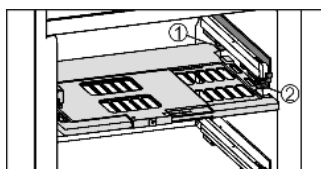

Fig. 8
- ▶ Vochtregeringsplaat terugplaatsen: dekselranden van de plaat van onder in de achterste houder *Fig. 8 (1)* plaatsen en aan de voorkant in de houder *Fig. 8 (2)* vastklikken.